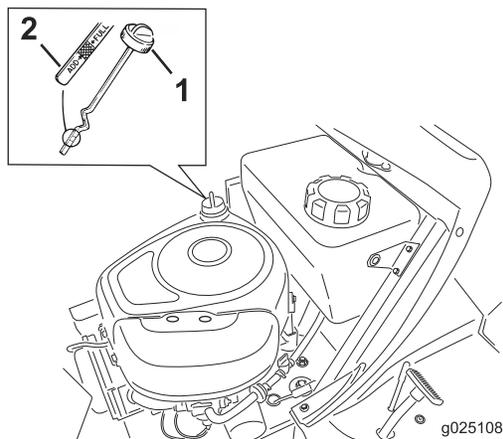

Figure 23
8. Nettoyez la surface autour de la jauge (Figure 23) pour éviter de faire tomber des impuretés dans l'orifice de remplissage, ce qui endommagerait le moteur.
9. Retirez la jauge d'huile et essuyez soigneusement l'extrémité métallique (Figure 23).
10. Revissez la jauge complètement dans le tube de remplissage (Figure 23).
11. Nettoyez la surface autour du bouchon de la jauge de niveau d'huile et dévissez le bouchon (Figure 23).
12. Versez avec précaution environ 80 % de l'huile moteur dans le goulot de remplissage (Figure 23).